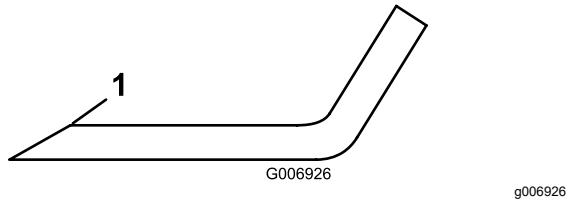

Figura 18
5. Inspeccione los filos de corte de todas las cuchillas. Afílelos si están romos o tienen mellas. Afile únicamente la parte superior del filo y mantenga el ángulo de corte original para asegurar un afilado correcto (Figura 18).
6. Si está romo o tiene desperfectos, afile únicamente el filo superior y mantenga el ángulo de corte original (Figura 18).